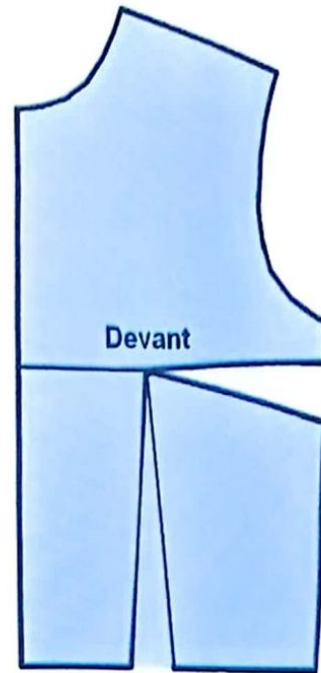

FIG. 1
- 1) Relevez le patron de base du corsage N°2 (fig.1).